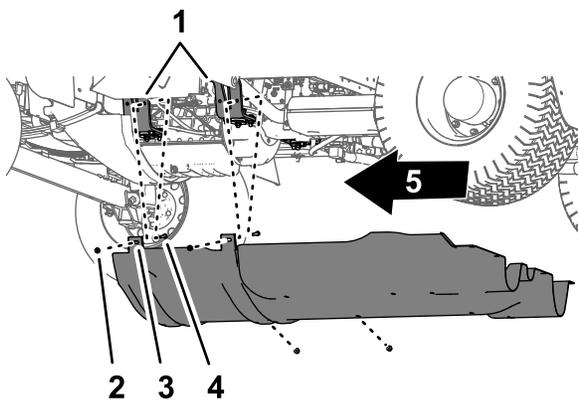

図 65
2. キャリッジ下シュラウドの取り付けタブをエンジン搭載ブラケットに固定しているボルトおよびキャリッジボルトのフランジロックナット5/16" 4個を取り外す 図 65。
4. キャリッジ下シュラウドを機体から取り外す 図 64 と 図 65。
1. キャリッジ下シュラウドを車体の下シャーシに合わせる 図 65 キャリッジ下シュラウドを取り外す (ページ 47) を参照。
2. エンジン搭載ブラケットのところで、ボルトとキャリッジボルトの上からキャリッジ下シュラウドの取り付けタブを入れる 図 65 キャリッジ下シュラウドを取り外す (ページ 47) を参照。
3. キャリッジ下シュラウドを、エンジン搭載ブラケットとボルトに組み付ける 図 65 ステップ 2 キャリッジ下シュラウドを取り外す (ページ 47) で外したフランジロックナット (5/16") 4個を使用する。